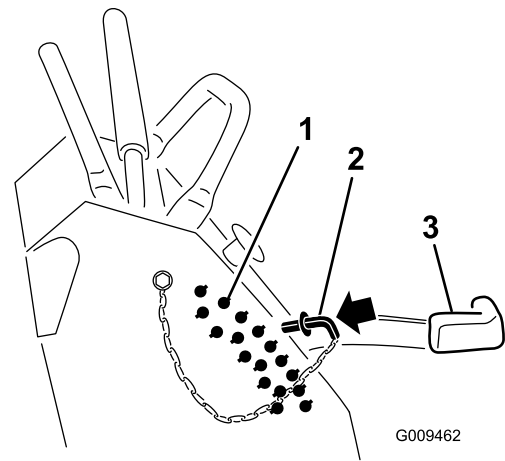

Figura 25
2. Seleccione el taladro del soporte de altura de corte que corresponde a la altura de corte deseada, e inserte el pasador (Figura 25).
3. Baje la palanca de altura de corte hasta el pasador (Figura 25).